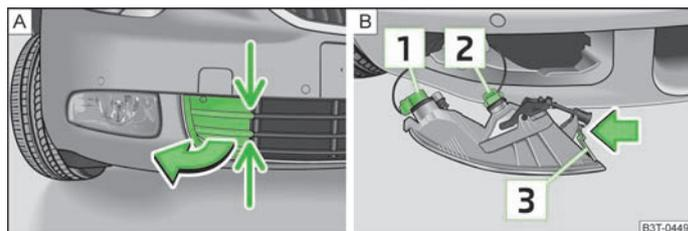

Fig. 191 Pára-choques dianteiro: tampa / faróis de nevoeiro com luzes de circulação diurna
- » Segure a tampa nas zonas assinaladas com setas » Fig. 191 - **A** e retire-a.
- » Introduza a mão na abertura onde se encontrava a tampa e pressione o entalhe **3** » Fig. 191 - **B**.